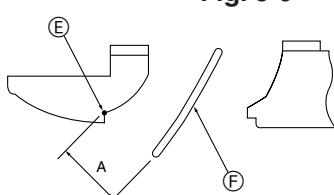

Fig. 5-10
- ② Den Stecker des Schiebermotors des Gebläses, das verriegelt werden soll, trennen. (Dazu die Taste drücken und gleichzeitig den Stecker in die Richtung abnehmen, die durch den Pfeil, wie in der Abbildung dargestellt, angezeigt wird.) Nach Abnehmen des Steckers diesen mit Klebeband isolieren.
- ③ Zum Einstellen der gewünschten Luftstromrichtung die Luftklappen innerhalb des angegebenen Bereichs langsam bewegen. (Fig. 5-10)